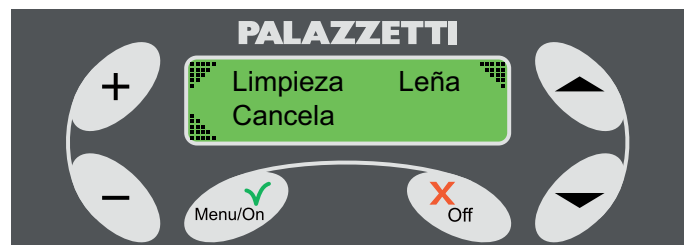

Fig. 1.3.6
- 5) Manteniendo pulsado el botón Off durante al menos 3 segundos, se obtiene acceso al menú de fig. 1.3.6, en el que se podrá elegir (pulsando el botón “”) la visualización del estado LEÑA.